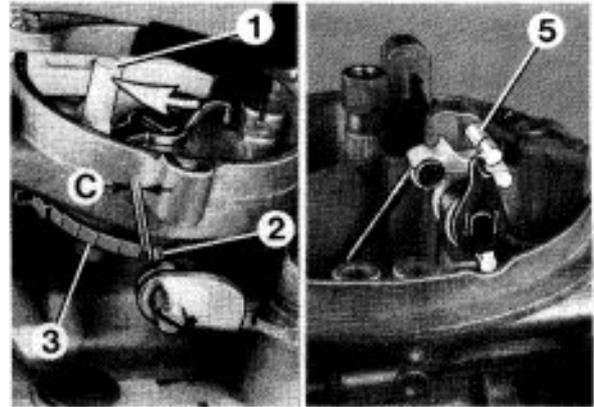

Bild 40
## 6.5 Abstand Stufenscheibe (Bild 40)
Schraube (2) darf nicht auf Stufenscheibe (3) aufliegen, siehe Bild 40.
- Drosselhebel betätigen und Abrollverhalten der Rolle (1) beachten. Rolle muß die Kurvenbahn im Bereich der Markierung (2) berühren.
- Korrektur nach Lösen der Schraube (3) durch Verdrehen des Einstellhebels.